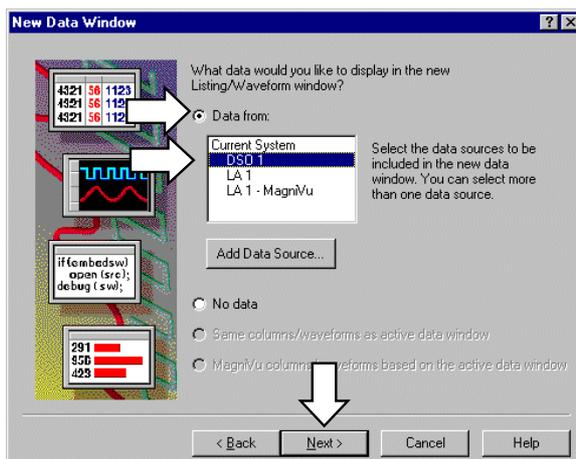

図 3-16 : [New Data Window]ウィザードのデータ・ソースを選択するためのダイアログ・ボックス
3. 図 3-16 のダイアログ・ボックスが現れるので、[Data from]オプション・ボックスを選択し、リスト・ボックスの[DSO 1]を選択し、<Next>ボタンをクリックします。